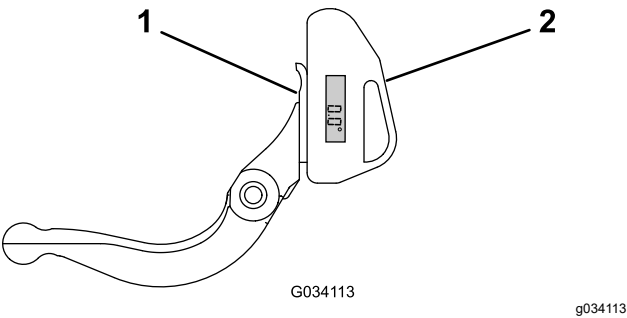

Figura 27
1. Coloque o indicador do ângulo no lado inferior da lâmina de corte, como se mostra na Figura 27.